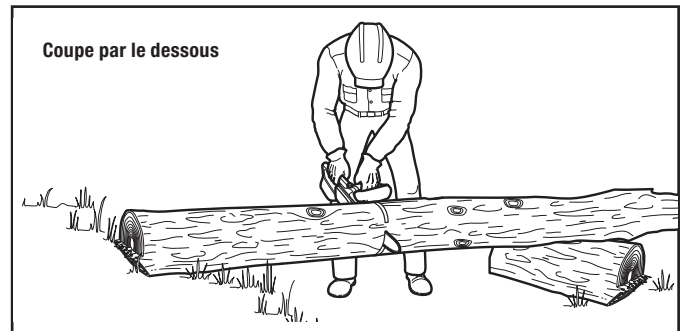

Figure 19
1. Commencez par le dessous de la bille, le haut de la scie appuyé contre le bois (Fig. 19).